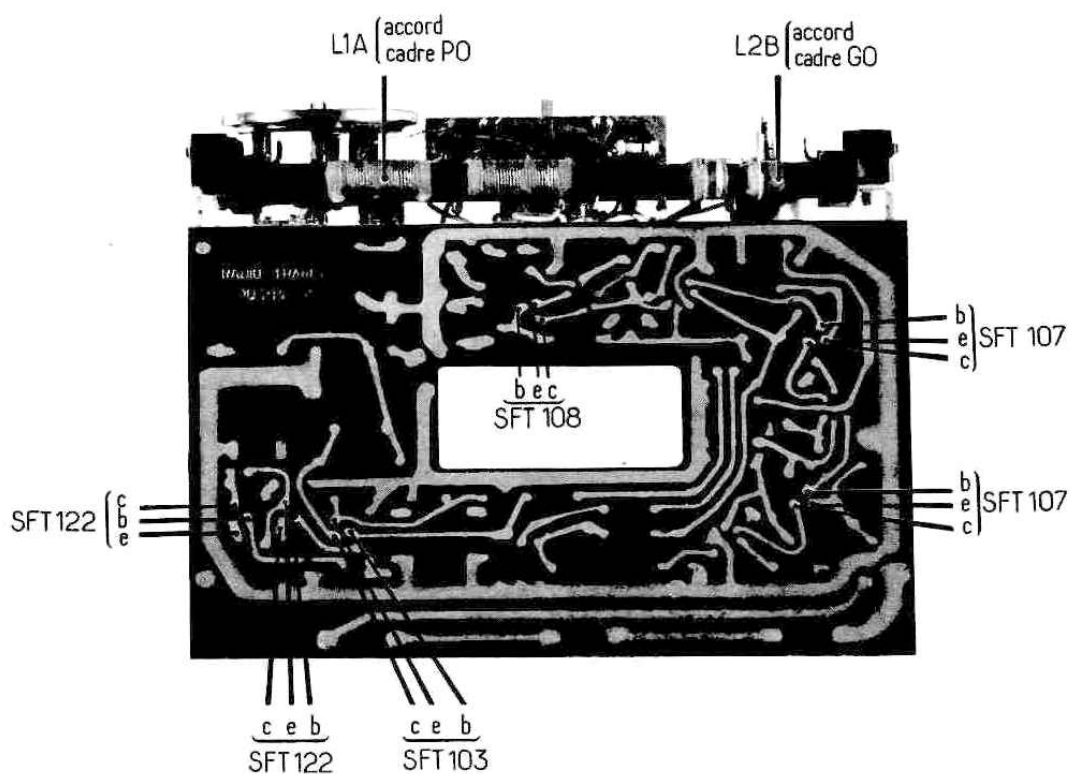

Figure 2
(1) FAIRE COULISSER LA BOBINE L1A SITUÉE À L'EXTRÉMITÉ DU CADRE LE LONG DU BARREAU (Fig.2)